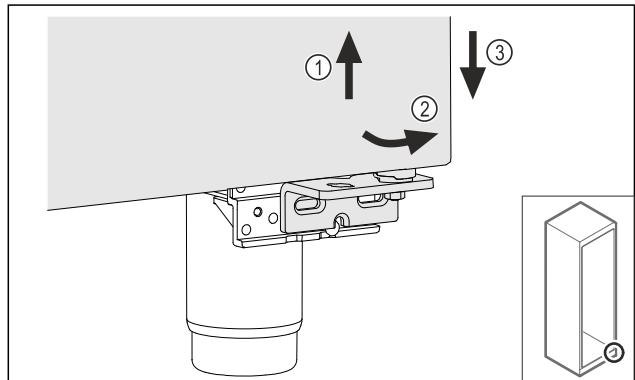

Fig. 16
- ▶ Ανασηκώστε ελαφρώς την πόρτα Fig. 16 (1), γείρετέ την κάτω προς τα εμπρός Fig. 16 (2) και κατεβάστε τη Fig. 16 (3).